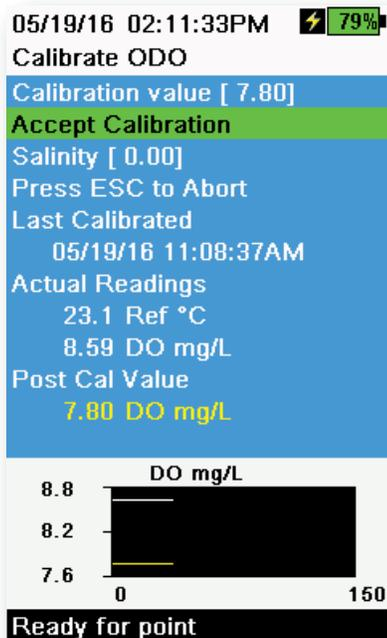

Abbildung 52 ODO mg/L kalibrieren
5. Überwachen Sie die tatsächlichen Messwerte auf Stabilität (weiße Linie im Diagramm weist innerhalb von 40 Sekunden keine wesentliche Änderung an.) Erst dann bestätigen Sie mit **Kalibrierung akzeptieren** (Abbildung 52). Im Nachrichtenbereich wird „Kalibrierung erfolgreich!“ angezeigt.